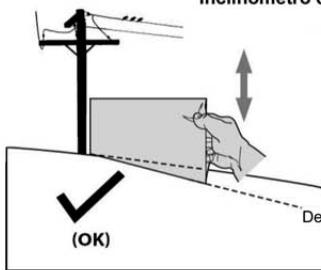
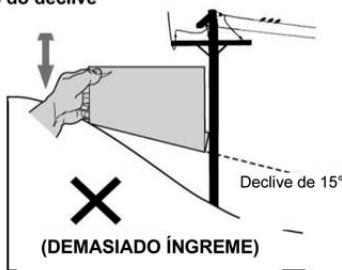

Figura 1
Figura 2
3. Alinhe um dos lados do inclinómetro de medição de declive com o objeto (consulte a Figura 1 e a Figura 2).
4. Ajuste o inclinómetro em cima ou em baixo, até o canto esquerdo tocar no declive (consulte a Figura 1 e a Figura 2).
Se existir um espaço abaixo do inclinómetro, significa que o declive é demasiado íngreme para um funcionamento seguro (consulte a Figura 2 acima)